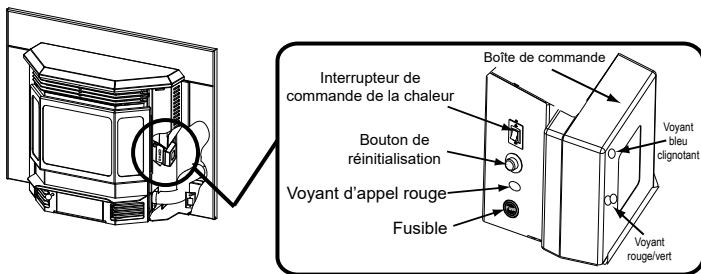

Figure 10.1
L'appareil fonctionne comme la plupart des chauffages modernes : dès que le thermostat le lui commande, il se met en marche et diffuse de la chaleur automatiquement. Quand la pièce atteint la température réglée sur le thermostat mural, le voyant d'appel rouge s'éteint et le foyer s'arrête (Figure 10.1).
3. Localisez l'interrupteur d'enclenchement du chauffage situé sur le côté inférieur droit de la boîte à feu, devant le panneau d'accès droit. Réglez-le sur HAUT, puis réglez le thermostat sur la température maximum. Le voyant d'appel rouge s'allume (il est situé à l'avant de la boîte de jonction, derrière le panneau d'accès gauche). Cela indique que le thermostat effectue un appel de chaleur (Figure 10.1).
3. Le poêle peut parfois brûler tout le combustible et s'arrêter automatiquement. Dans ce cas, le voyant d'appel rouge sera allumé (**Figure 10.1 on page 10**). Pour le remettre en marche, remplissez la trémie et pressez le bouton de réinitialisation (**Figure 10.1 on page 10**). Le voyant d'appel rouge s'éteint quand vous pressez le bouton de réinitialisation. Relâchez le bouton et le voyant se rallumera. Vous devez voir des flammes apparaître après un court instant. Si ce n'est pas le cas, suivez les instructions de la rubrique **Allumage de votre premier feu** à la page 10.